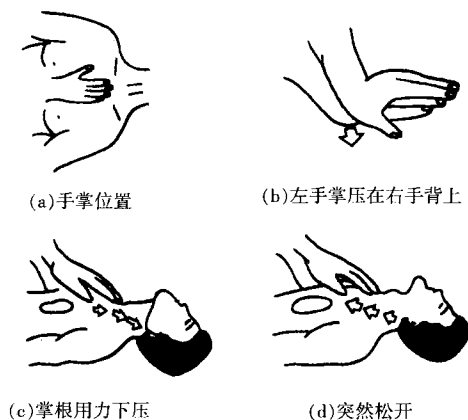

图 1.5 人工胸外挤压法
(2)人工胸外心脏挤压法。操作方法如图 1.5 所示,具体步骤如下: